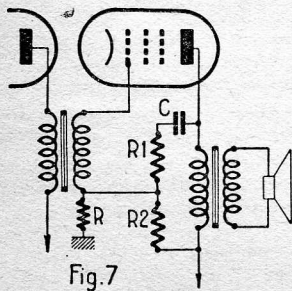

Fig. 7
I dispositivi di contro-reazione da noi indicati si riferiscono a collegamenti a mezzo di resistenze, e possono essere applicati a quelli a mezzo di trasformatori, purché siano fatte alcune modifiche. Come mostra la fig. 7, la tensione inversa dev'essere allora immessa attraverso l'avvolgimento secondario del trasformatore. Tra il repartitore di tensione, costituito dalle resistenze R1 ed R2, e il circuito anodico è indispensabile inserire un condensatore (C) per bloccare la corrente continua d'alimentazione ed impedirle di raggiungere il circuito di griglia.